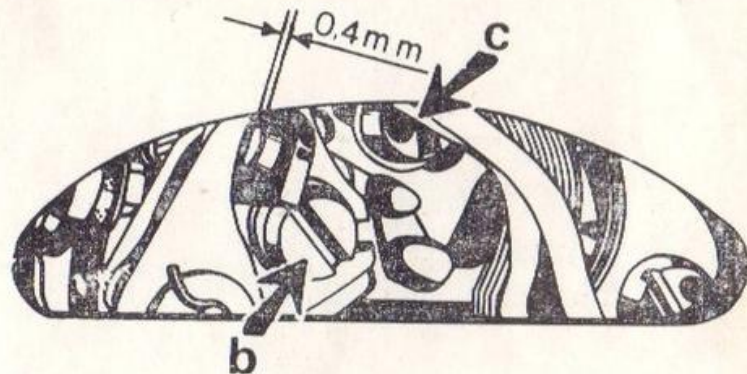

Fig. 25.
2. Slăbiți șurubul „b” (fig. 25) și reglați distanța între contacte la 0,4 mm controlînd-o cu lama calibrată din trusa de scule. Stringeți la loc șurubul „b”.
4. Atît momentul aprinderii cît și distanța între contacte verificați-le după strîngerea șuruburilor „c” respectiv „b” din fig. 25.